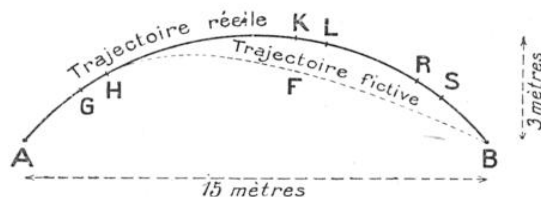

FIG. 8. — LE TRAJET DÉCRIT PAR UNE BALLE DE TENNIS ENTRE « A » ET « B » EST RÉGI PAR LE PRINCIPE DE MOINDRE ACTION
Le premier énonça, vers le milieu du XVIII^e siècle, le principe connu sous le nom de « principe de Maupertuis » ou « principe de moindre action ». Pour en saisir la signification, considérons le mouvement d'un projectile, d'une balle de tennis si l'on veut, entre le lancé *A* et la chute *B* (fig. 8) ; la trajectoire effective est *A G H K L R S B* (si l'on néglige la résistance de l'air). Supposons-la divisée d'un bout à l'autre en un grand nombre (une centaine) de longueurs égales, telles que *GH*, ou *KL*, ou encore *RS*. Considérons, par exemple, la portion *KL* ; pour avoir l'action du petit trajet *KL*, nous multiplierons la masse de la balle (100 g) par la vitesse en *K* (3) (10 mètres par seconde) et par la longueur *KL* (20 centimètres). Nous
(1) Étant donné qu'un train conserve de l'énergie pendant toute la durée du mouvement, l'action du voyage sera d'autant plus grande que le parcours sera plus long.
(2) L'énergie cinétique dépendant de la masse et du carré de la vitesse, si on la multiplie par le temps (pour avoir une action), on a le produit :